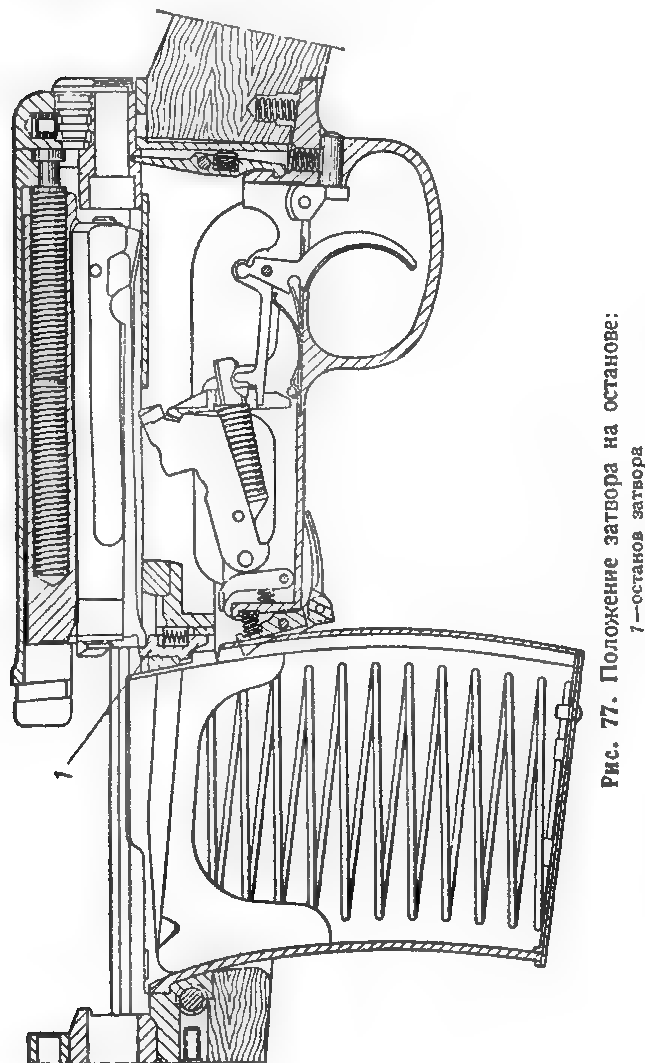

Рис. 77. Положение затвора на останове:
з) При израсходовании всех патронов из магазина выступ подавателя, действуя на останов затвора (1) (рис. 77), поднимает его вверх, и затвор останавливается в заднем положении.